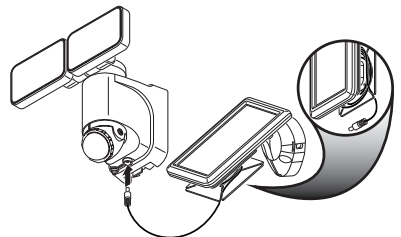

Figure 10
3. Acheminer soigneusement le câble du panneau solaire à l'appareil d'éclairage. Retirez le bouchon de caoutchouc du bas du luminaire, puis insérez l'extrémité du câble dans l'ouverture (voir la Figure 10). *Remarque :* Enroulez tout excès de câble du panneau solaire autour du système de gestion de câble à l'arrière du panneau solaire. Laissez suffisamment de câble pour former une boucle d'égouttement.